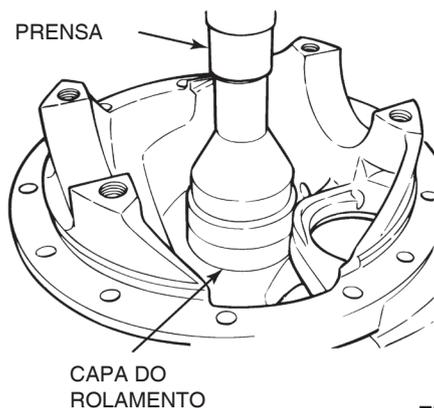

Figura 5.7
- E. Coloque uma luva ou uma ferramenta de montagem na capa e prenda a capa na sua sede até que o fundo da capa toque os calços. Se uma prensa não estiver disponível, use uma luva, uma barra de bronze ou uma ferramenta de instalação e um martelo para instalar a capa. Figura 5.7.